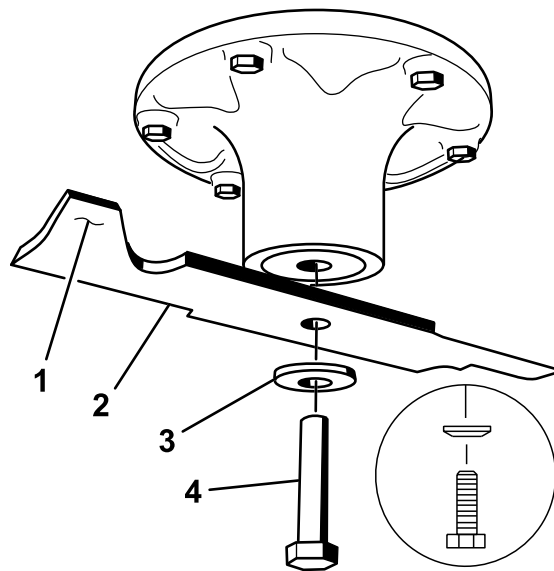
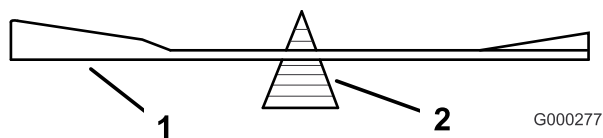

Bild 59
Bild 61
Halten Sie das Ende des Messers mit einem stark wattierten Handschuh oder wickeln Sie einen Lappen um es herum. Entfernen Sie die Messerschraube, Wellenscheibe und das Messer von der Spindelwelle (Bild 59).
2. Überprüfen Sie die Auswuchtung des Schnittmessers auf einer Ausgleichsmaschine (Bild 61). Wenn das Schnittmesser in seiner horizontalen Position bleibt, ist es ausgewuchtet und kann wiederverwendet werden. Feilen Sie, wenn das Schnittmesser nicht ausgewuchtet ist, vom Flügelbereich des Messers etwas Metall ab (Bild 59). Wiederholen Sie diesen Vorgang, bis das Messer ausgewuchtet ist.
1. Setzen Sie das Messer auf die Spindelwelle (Bild 59).
2. Setzen Sie die Federscheibe und die Messerschraube ein. Der Konus der Federscheibe muss bei der Installation in Richtung Schraubenkopf zeigen (Bild 59). Ziehen Sie die Messerschraube mit 135 bis 150 Nm an.